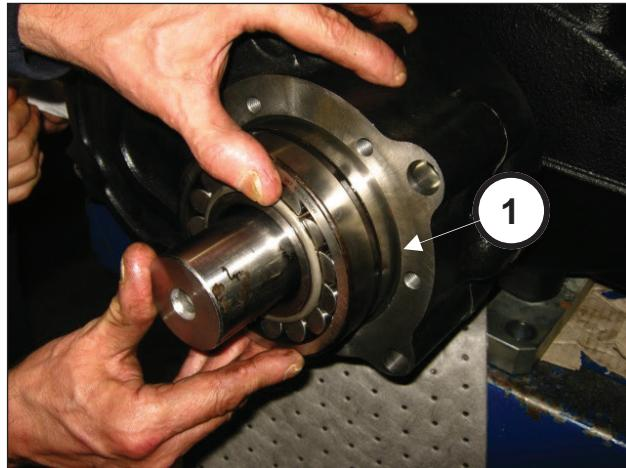

Fig. 87
Inserire il cuscinetto 55x120x43 sul pignone (pos. ①, Fig. 87).